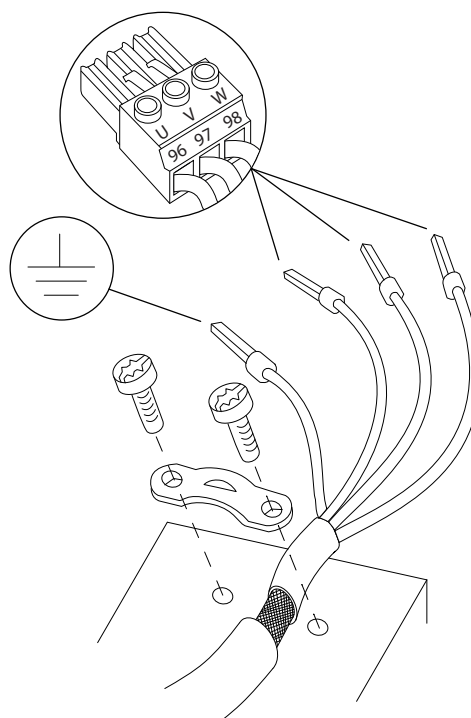

Abbildung 2.4 Motoranschluss
3. Schließen Sie das Erdungskabel gemäß den Erdungsanweisungen im *Kapitel Erdung* der VLT® Midi DriveFC 280 Bedienungsanleitung an die nächstgelegene Erdungsklemme an. Siehe *Abbildung 2.4*.
4. Schließen Sie die 3 Phasen des Motorkabels an die Klemmen 96 (U), 97 (V) und 98 (W) an (siehe *Abbildung 2.4*).